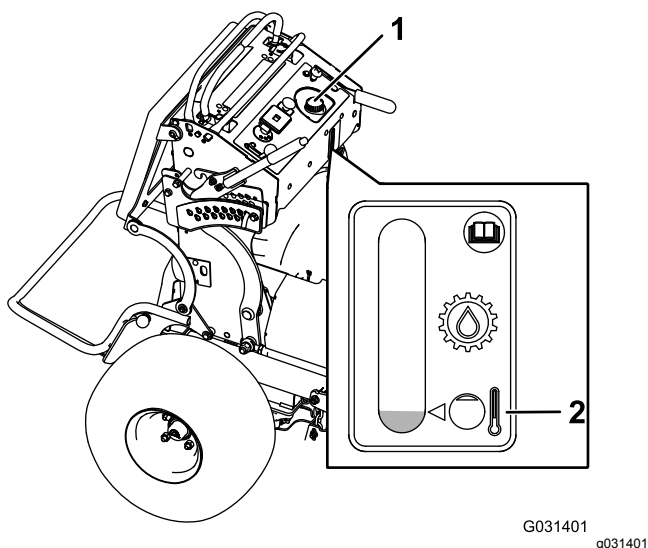

Figura 74
3. Limpie alrededor del cuello de llenado y el tapón del depósito de aceite hidráulico (Figura 74).
4. Retire el tapón del cuello de llenado (Figura 74).